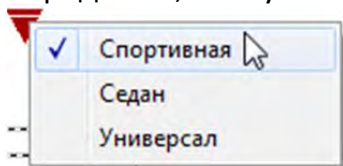

Рисунок 9.10 Состояния видимости блока «Машины»
5. Для того чтобы лучше понять где используется список видимостей закроем редактор блоков, выделим блок «Машина» и щелкнем ЛКМ на ручке видимости. Появится список состояний видимости, идентичный списку, который мы создали в диалоговом окне «Состояние видимости» (рисунок 9.10). Если переключаться между состояниями видимости, то в каждом состоянии видимости будут отображаться все те же три машины. На следующем шаге мы определим, какую машину в каком состоянии видимости (показывать).